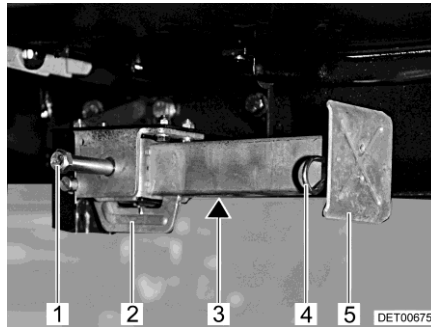

Bild 27 Hubstütze
- Am Sechskant (Bild 27,1) den Steckschlüssel aufstecken und drehen, bis die Hubstütze senkrecht nach unten steht.
- Wenn die Länge der Hubstütze verstellbar ist, den Splint (Bild 27,4) aus der Stützfußverlängerung (Bild 27,5) herausziehen.
- Am Sechskant (Bild 27,1) den Steckschlüssel aufstecken und drehen, bis die Hubstütze wieder vom Boden frei ist.
- Stützfußverlängerung (Bild 27,5) ganz einschieben und Splint (Bild 27,4) in die vorgesehene Bohrung an der Stützfußverlängerung stecken.
- Am Sechskant (Bild 27,1) drehen, bis die Hubstütze nach oben geschwenkt ist und die Führung (Bild 27,2) ganz am Ende des Schlitzes (Bild 27,3) ansteht.